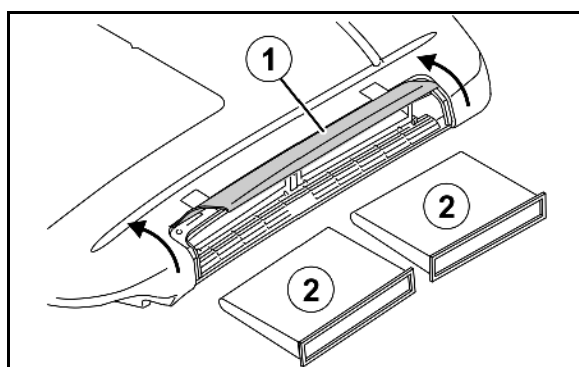

Fig. 164
1. Ouvrir le couvercle (Fig. 164/1) à gauche du toit de la cabine.
2. Déverrouiller le filtre (Fig. 164/2), le retirer et le remplacer.